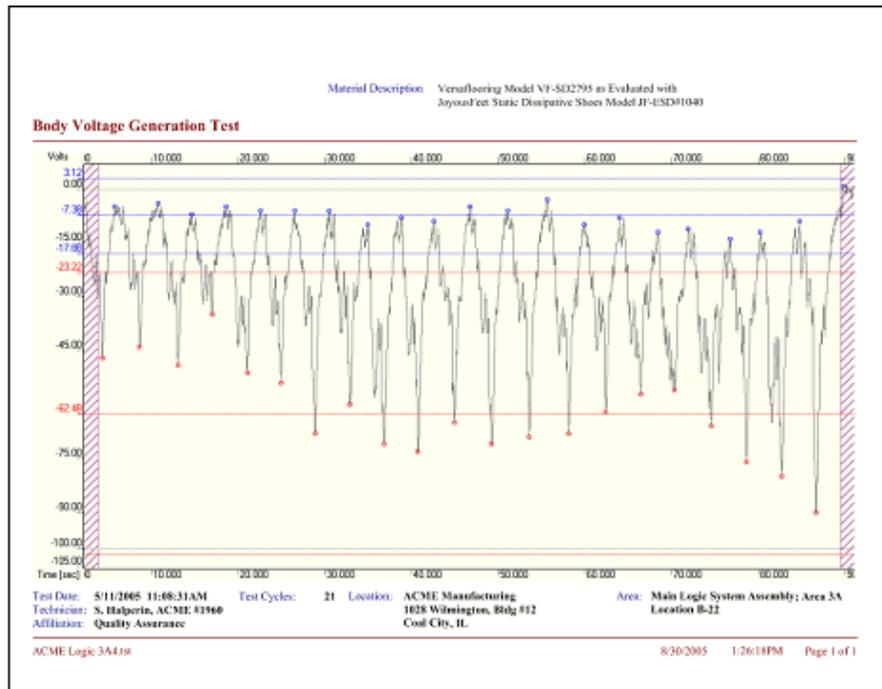

図29: Session Wizard 情報のフルサイズのチャート
- b. **Body Voltage Test** を選択すると、印刷用として横書きレターサイズ8.5インチ(約21cm)×11インチ(約27cm)のチャート、またはエクスポート(図29)を作成します。チャート上にある**Session Wizard**にはどのような情報でも入力できます。